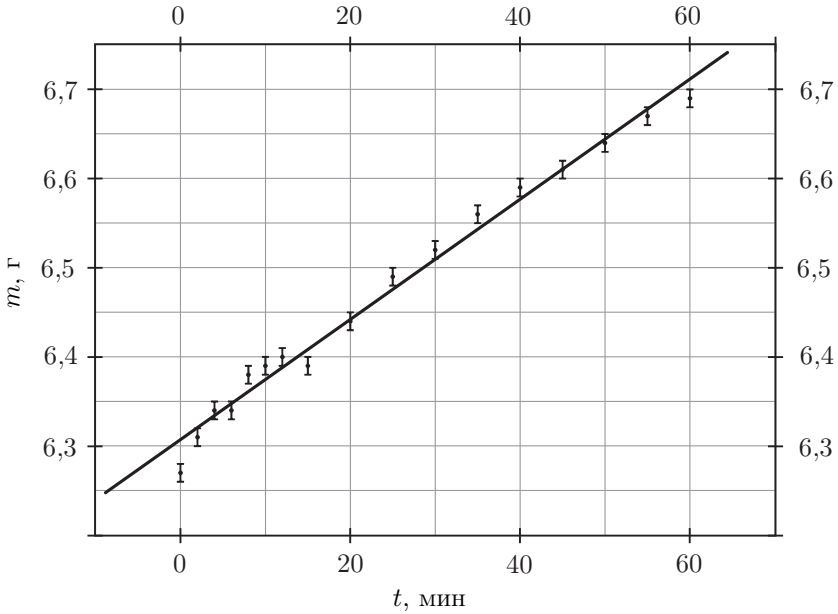

Рис. 8
3. По данным из таблицы 1 строим график зависимости показаний весов от времени (рис. 8) и по угловому коэффициенту наилучшей прямой определяем величину β :